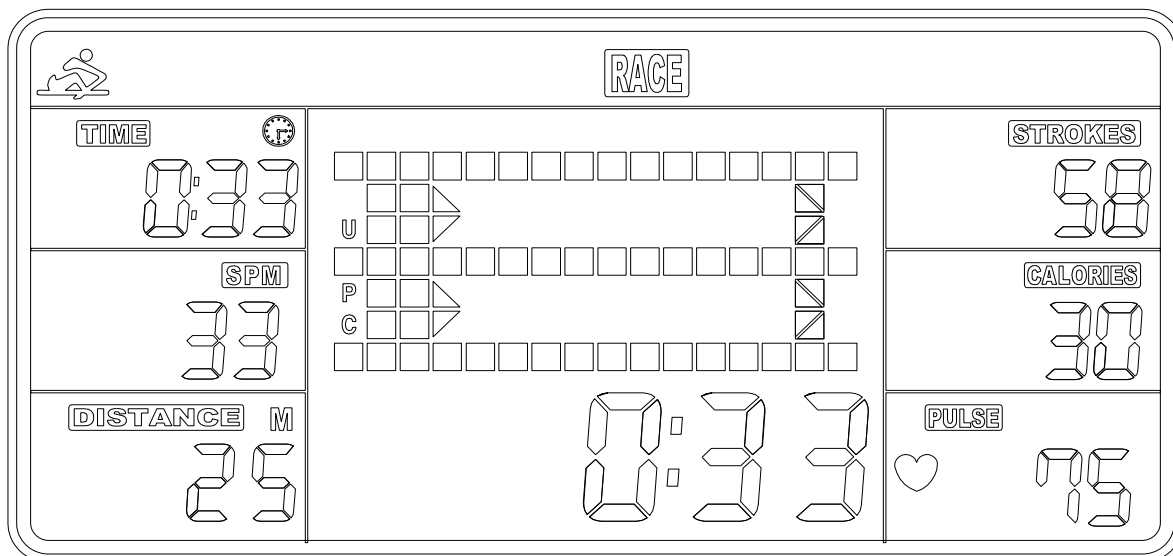
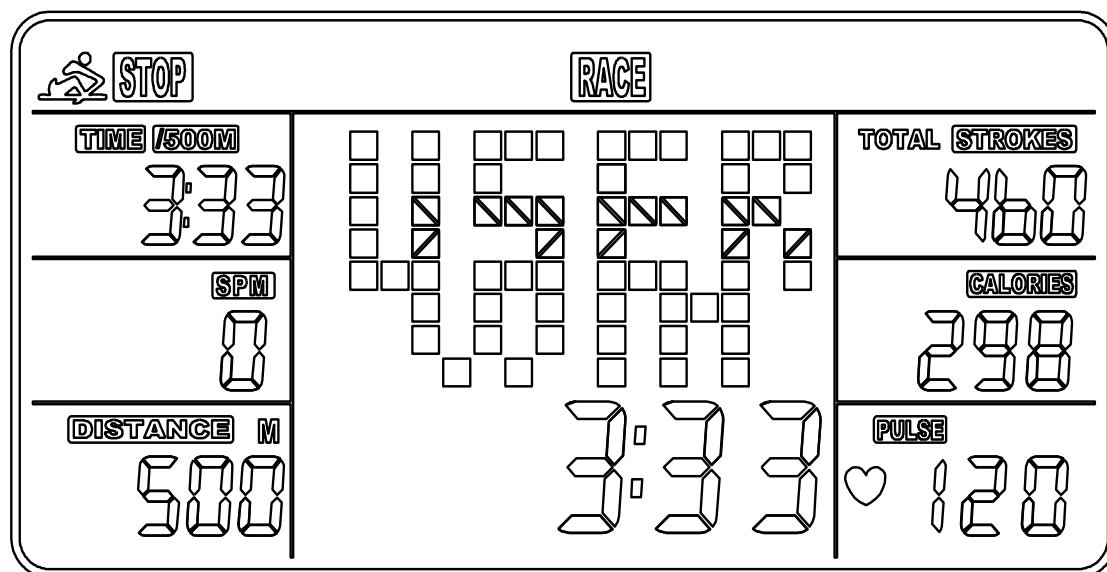

Fig. 6
Fig. 7
- a. Pulse el botón de START para iniciar y STOP desaparecerá. USER (USUARIO) y PC (COMPUTADORA) se mostrarán en la matriz (Fig. 6). La computadora se detendrá cuando el usuario o la computadora haya alcanzado la distancia de carrera que se estableció. A continuación, la matriz muestra "PC WIN" ("GANA LA PC") o "USER WIN" ("GANA EL USUARIO") (Fig. 7).